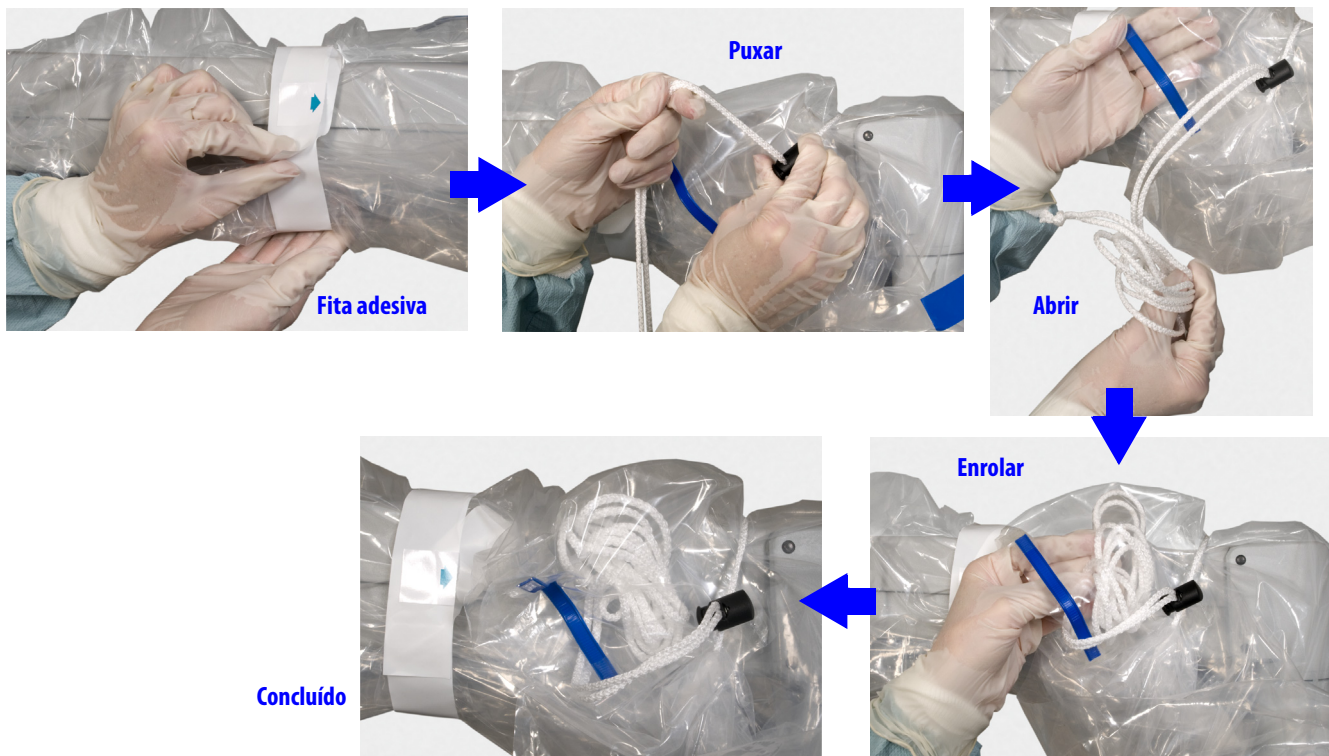

Figura 6.26 Fixe a fita adesiva, aperte o cordão e enrole a parte extra para dentro
5. Fixe a fita adesiva em torno do braço e depois aperte o cordão em torno da base do braço do monitor, utilizando o fecho para o manter seguro (Figura 6.26). Enrole qualquer cordão extra dentro da bolsa localizada perto do pulso do pano cirúrgico (Figura 6.26).